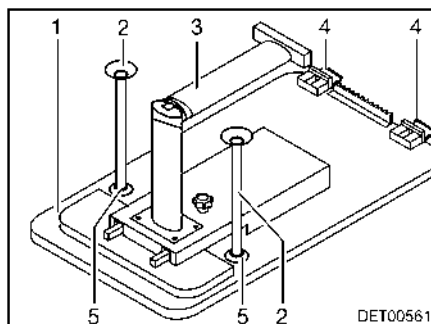

Fig. 79 Base de cama
- Levantar ligeramente por delante el tablero de la mesa (Fig. 79,1).
- Desbloquear en la articulación la pata de la mesa (Fig. 79,3) y plegar.
- Girar el tablero de la mesa aprox. 45° hacia arriba y desenganchar los soportes (Fig. 79,4) de la guía de sujeción superior.
- Según el modelo, encajar los dos pies de apoyo adicionales (Fig. 79,2) en los alojamientos (Fig. 79,5) en el lado inferior del tablero de la mesa.